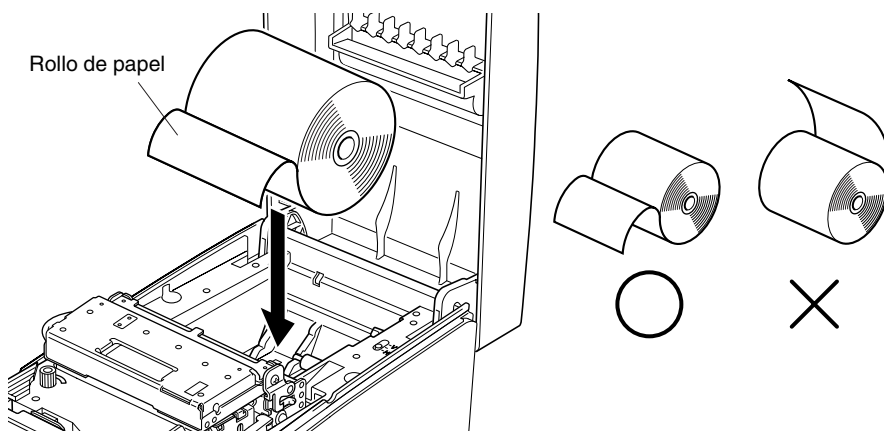

Fig. 5-13 Ajuste del papel
- 4 Siguiendo la dirección del rollo, insértelo en el hueco como se muestra en la Fig. 5-13.